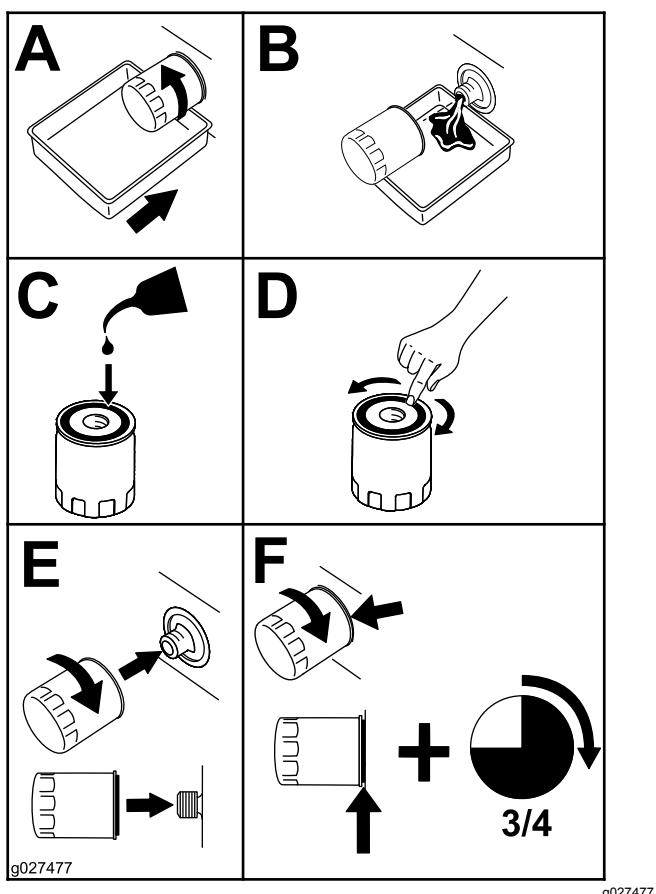

Figura 48
- Sustituya el filtro de aceite del motor (Figura 48).